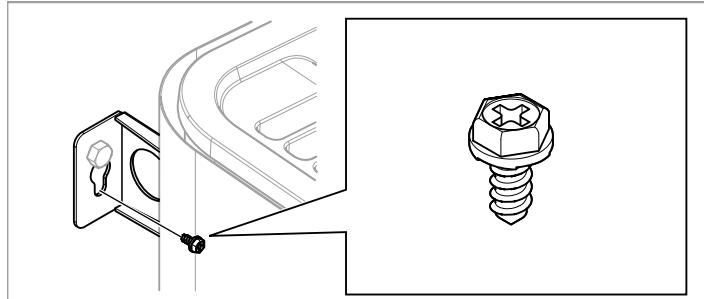

Рисунок 11: Зажимной винт кронштейна
**9.** Закрепите устройство зажимным винтом см. Рисунок 11, страница 19.